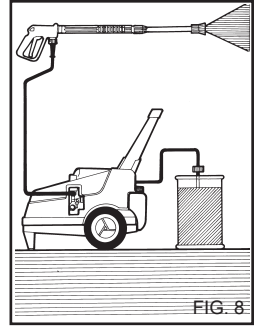

FIG. 8
После использования моющего средства система всасывания химиката должна быть промыта чистой водой, (fig. 8).
1) После использования моющего средства сполосните под давлением контур подачи воды: включите насос на 1 минуту с полностью закрытым дозирующим краном. (fig. 8)
4) После использования моющего средства сполосните под давлением контур подачи воды: включите насос на 1 минуту с полностью закрытым дозировочным краном. (fig. 8).